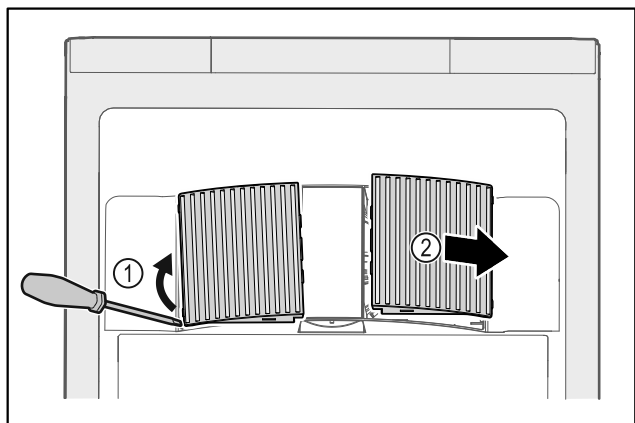

Fig. 200
- ▶ Осторожно подденьте крышки вентилятора сбоку Fig. 200 (1) и снимите их движением вперед Fig. 200 (2).